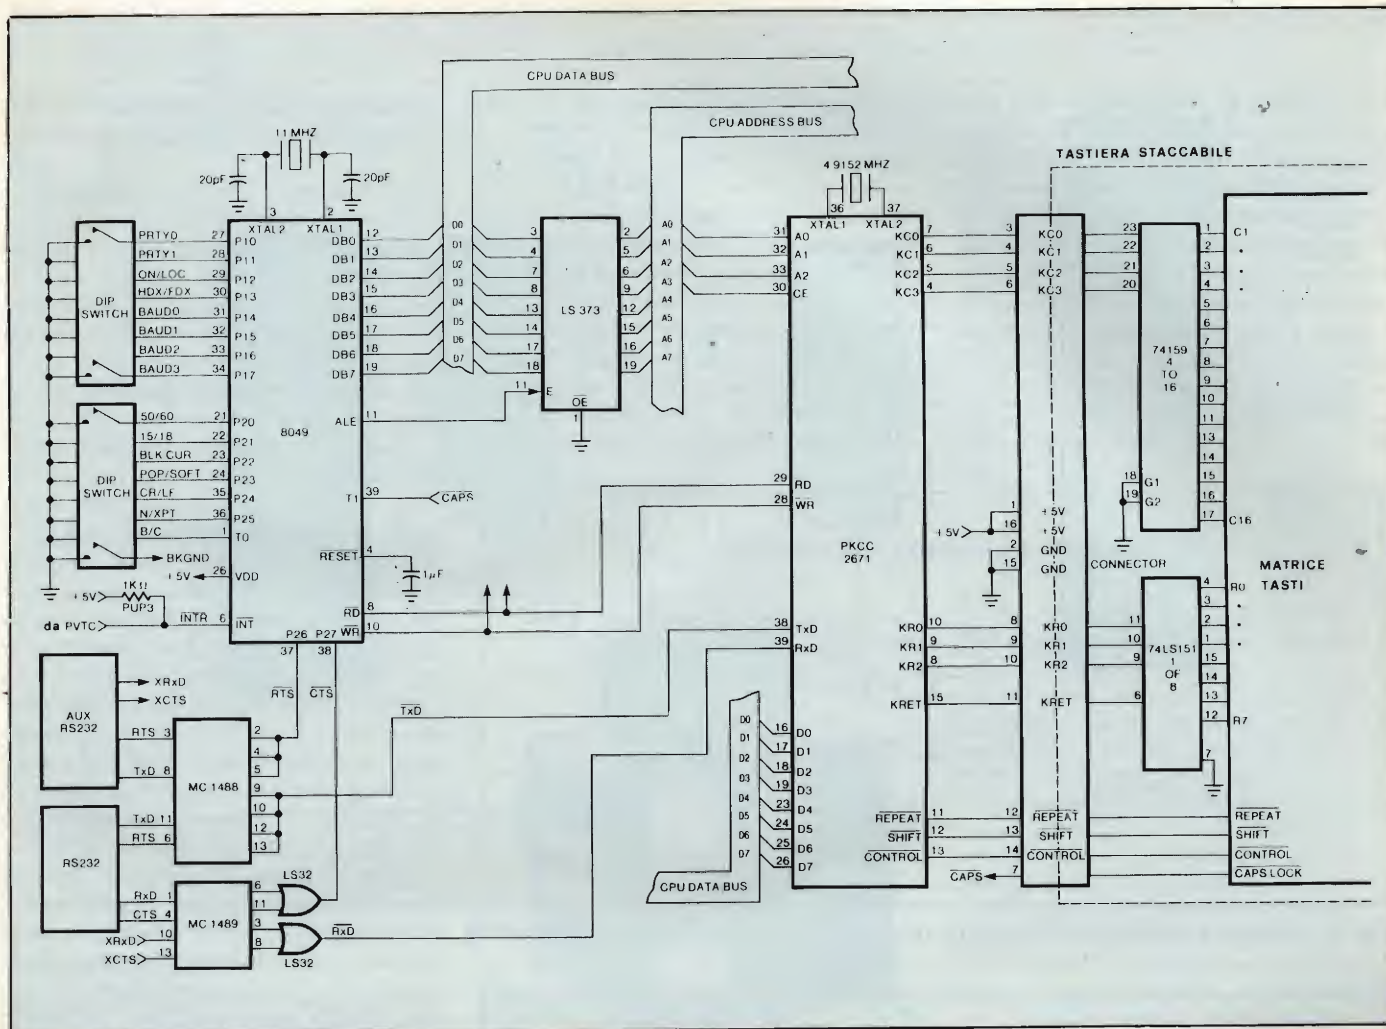

Fig. 1 - Schema a blocchi del terminale video professionale intelligente.
**L**e figure 1 e 2 indicano la realizzazione pratica di un terminale video completo con minimo numero di componenti. Per la sua realizzazione sono necessari solo 15 integrati, incluso la decodifica della tastiera e la conversione per l'ottenimento di un'interfaccia RS232. Nonostante il basso numero di componenti, questo terminale offre le seguenti prestazioni: